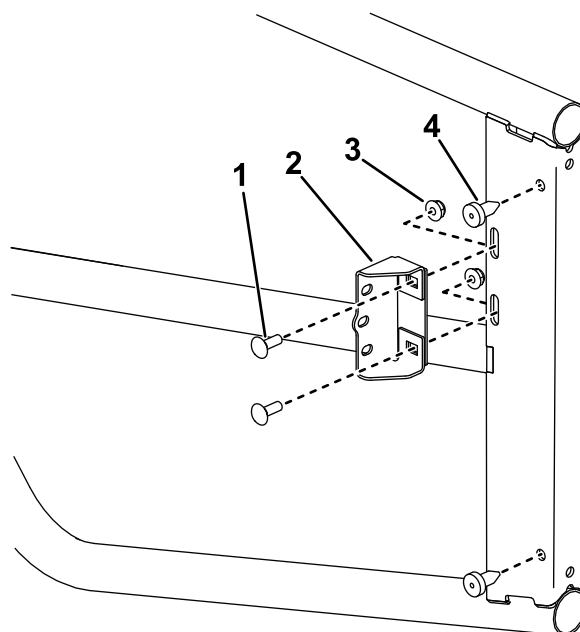

Figur 3
3. Monter en pindbolt på det øverste venstre hængsel som vist i **Figur 3**.
4. Monter det øverste venstre hængsel og en afstandsbøsning øverst på drejebeslaget som vist i **Figur 3**.